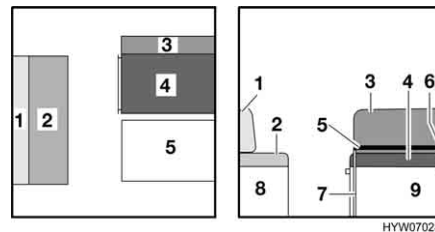

Bild 113 Vor dem Umbau
- Das Rückenpolster (Bild 113,1) und das Sitzpolster (Bild 113,2) der Längssitzbank abnehmen und beiseite legen.